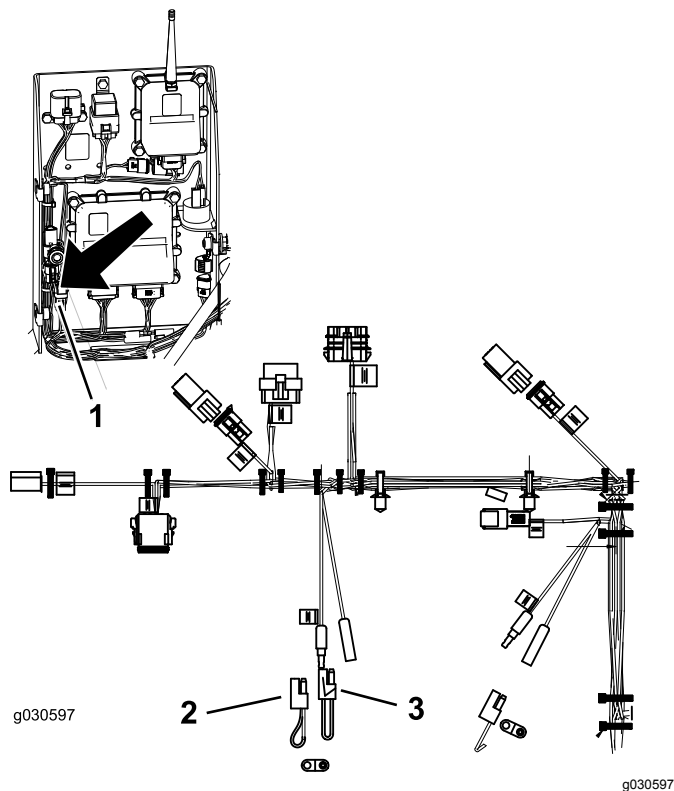

Figura 31
2. Scollegate i 2 collegamenti dei fili dal connettore a spirale illustrato nella Figura 31.